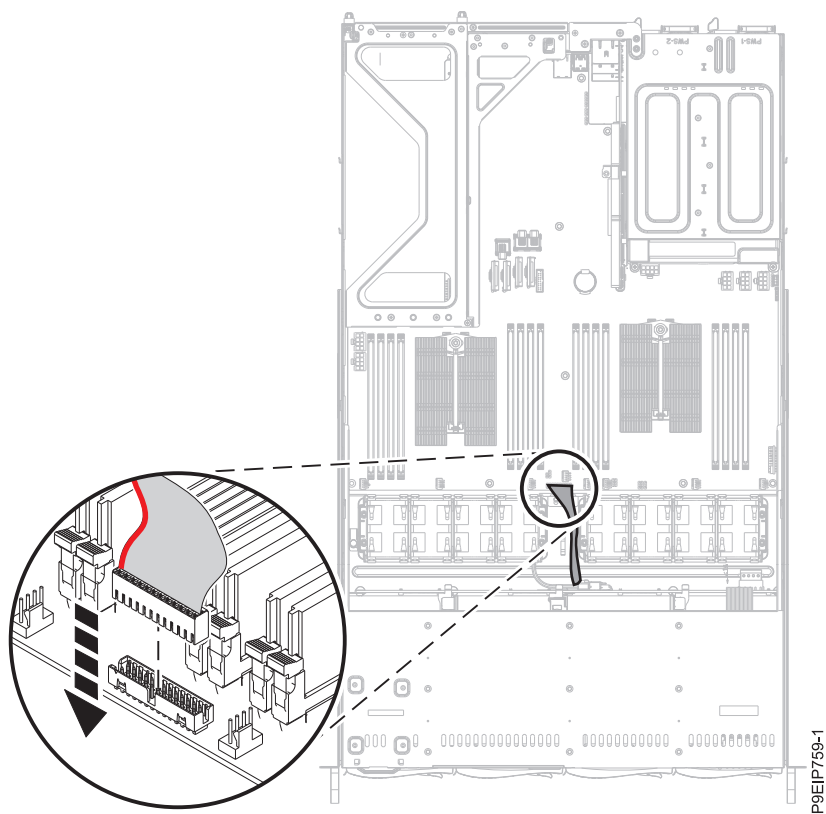

Figure 50. Remise en place du câble du panneau de commande
19. Remettez en place le câble du panneau de commande dans le fond de panier système, comme indiqué dans la figure 50, à la page 52. Si vous vous positionnez face au système, la bande rouge sur le câble doit être sur le côté gauche du connecteur.